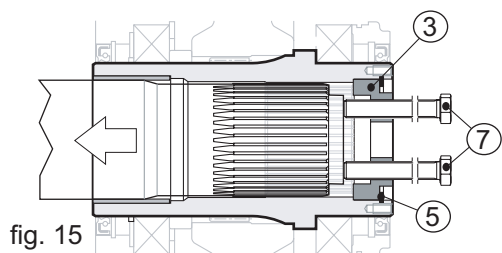

fig. 15
rimuovere dalla sua sede, la vite di fissaggio (pos. 6). Inserire nei due fori filettati presenti sul fondello (pos. 3) n° 2 viti (pos. 7), avvitare fino ad appoggiarle all'albero della macchina (pos. 1), quindi continuare ad avvitare in modo alternato, facendo al massimo un giro per volta (vedi fig. 15).